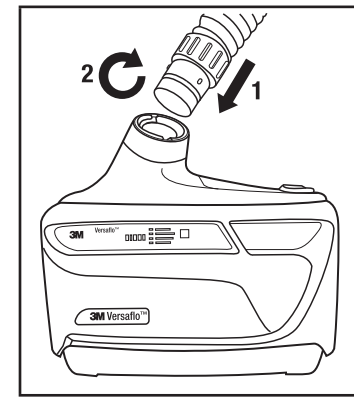

Fig. 13 – Instalación del tubo de respiración
- Introduzca el extremo del tubo de respiración con la conexión tipo bayoneta (dos puntas pequeñas) en las ranuras paralelas en la salida de aire del motor/ventilador (Fig. 13).